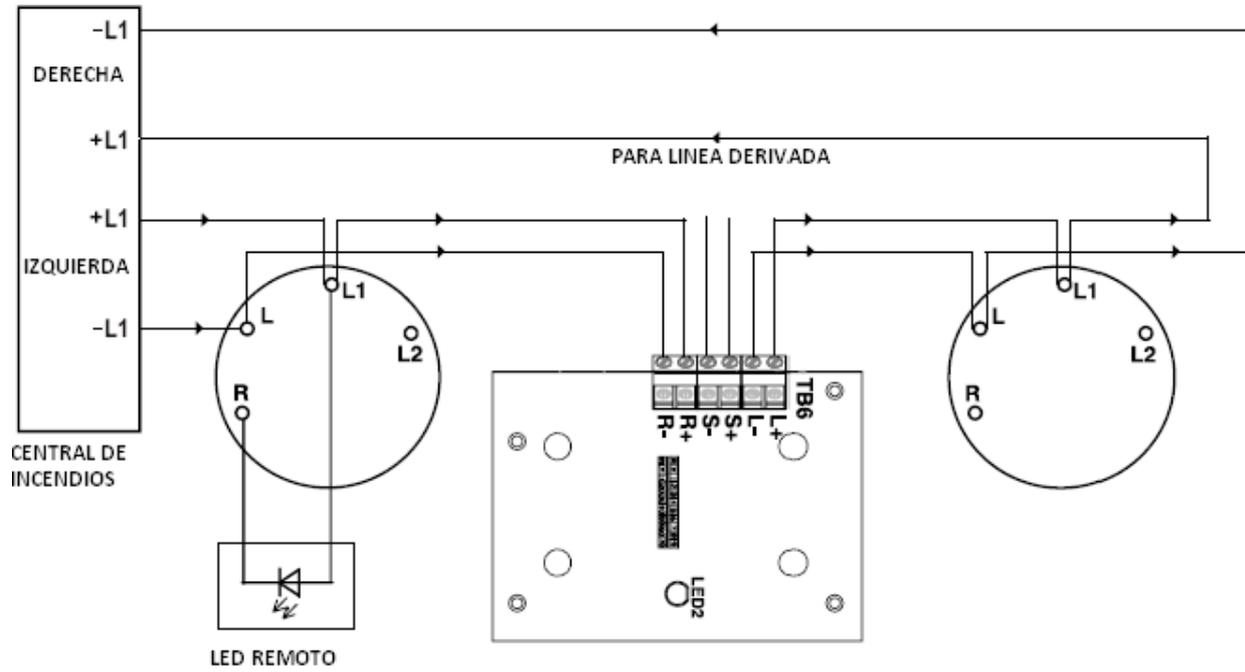

Figura 4: FC410LI. Diagrama simplificado de cableado.
- Cablear el módulo como se muestra en la figura 4.